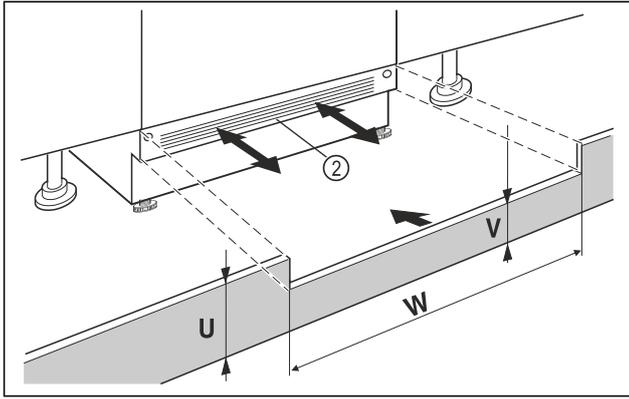

Fig. 88 Representación a modo de ejemplo
- ▶ Coloque la cubierta del zócalo del electrodoméstico Fig. 88 (2), pero no la fije todavía.
- ▶ Si la cubierta del zócalo está a la vista Fig. 88 (2), tire hacia delante para que el borde delantero de la rejilla de ventilación y la cubierta del zócalo del mueble queden nivelados.
- ▶ Si la cubierta del zócalo está oculta Fig. 88 (2), empújela completamente hacia atrás.
- ▶ Asegúrese de que las ranuras de ventilación estén completamente libres: si es necesario, recorte la altura de la cubierta del zócalo del mueble a la medida Fig. 88 (U).
- ▷ Ajuste la altura del alma Fig. 88 (V) bajo la cubierta del zócalo del electrodoméstico Fig. 88 (2) a lo largo de la anchura del hueco Fig. 88 (W).